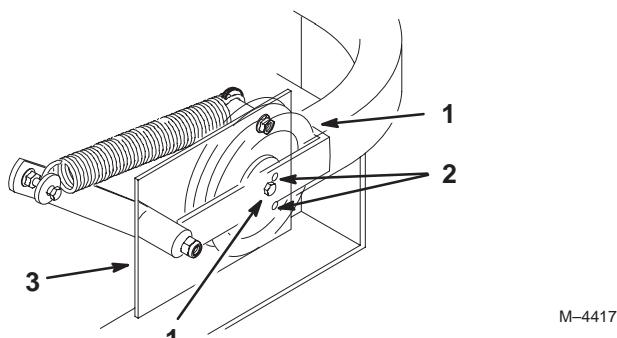

Figure 74
**Important** Vérifiez que la courroie est bien en place dans les guides avant et arrière (Fig. 74).
4. Vérifiez la tension de la courroie. Le boulon central de la poulie de tension rappelée par ressort doit se trouver près du trou d'alignement supérieur de la plaque de support gauche (Fig. 74).